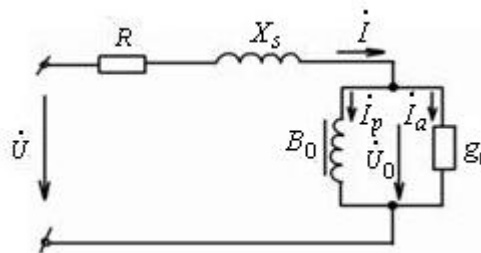

Рисунок 14.2 – Схема замещения катушки с магнитопроводом
14.2.2 Рассчитать потери мощности в меди $P_{Эл}$, в стали $P_{СТ}$ и параметры схемы замещения катушки (рисунок 14.2) с различными типами магнитопроводов, а также параметры схемы замещения без магнитопровода.